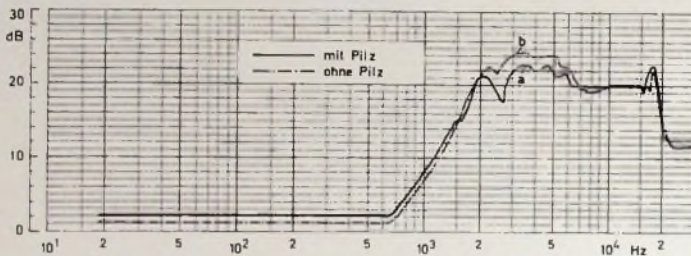

Bild 6. Frequenzkurve des Kalotten-Hochtonlautsprechers mit (a) und ohne (b) Pilz
Bild 3 zeigt noch einige Besonderheiten. Unter der Membrankuppe befindet sich ein Pilz aus Kunststoff (6), der so ausgebildet ist, daß zwischen ihm und der Membran ein konstanter Abstand von wenigen zehntel Millimetern besteht. Die Einfügung dieses Kunststoffpilzes hat folgenden Grund: Erstens entsteht dadurch ein relativ hartes Luftpolster und damit eine gute Dämpfung der mechanischen Eigenresonanz, die bei etwa 2000 Hz liegt (vgl. Bild 6). Zweitens hat der Pilz den Vorteil, daß die Membran dadurch relativ unempfindlich gegen äußere Beschädigung wird. Man kann zum Beispiel mit dem Finger die Membran bis auf den Pilz niederdrücken; die natürliche Elastizität der Folie läßt die Membran unbeschädigt in die ursprüngliche Form zurückspringen.